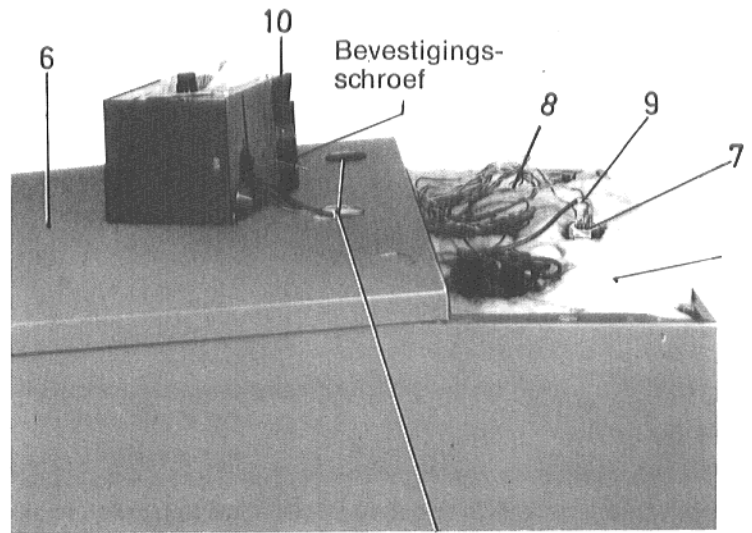

Fig. 14
De bovenplaat (6) van de ketel afnemen. De dompelhuls in het achterlid aanbrengen en verpakken. De capillaire-leidingen (8) afrollen, door het gat in de bovenplaat steken en op de isolatiedeken (5) leggen. Zie ook afbeelding 14 op bladzijde 9.